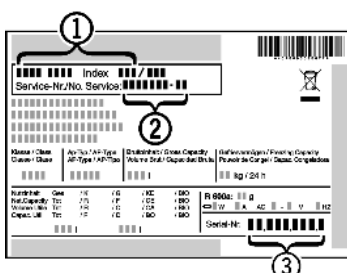

Fig. 18
- ▶ Leggere la denominazione dell'apparecchio Fig. 18 (1), il n° assistenza Fig. 18 (2) e il n° di serie Fig. 18 (3) sulla targhetta identificativa. La targhetta identificativa è situata all'interno dell'apparecchio, sul lato sinistro.
- ▶ Informare il servizio di assistenza e comunicare il difetto, la denominazione dell'apparecchio Fig. 18 (1), il n° assistenza Fig. 18 (2) e il n° di serie Fig. 18 (3).